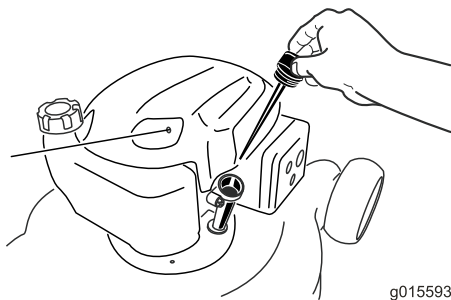

Bild 5
2. Ziehen Sie den Ölmesstab heraus (Bild 5).